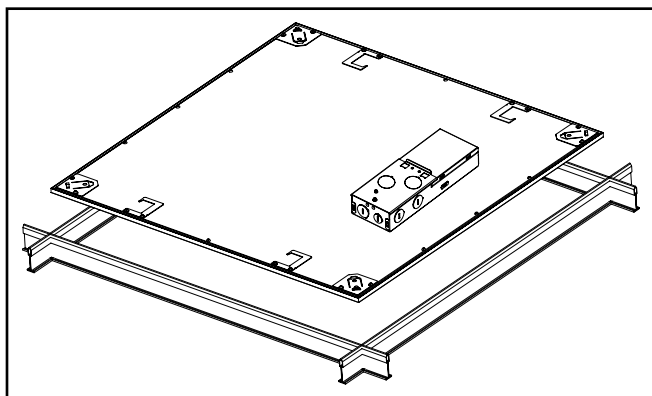

Figura 3.
5. Pase el aplique a través de la red a un ángulo de 45 grados y luego colóquelo en la red. (Figura 3.)